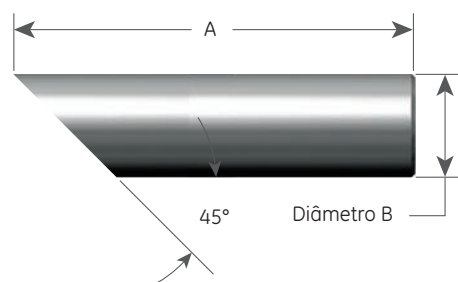

Figura 94: Especificações do pino de tração
4. Pinos de tração: Dois pinos de tração são necessários para a remoção do disco do suporte do disco. Consulte a Figura 94 e Tabela 21 para especificações do Pino de Tração.